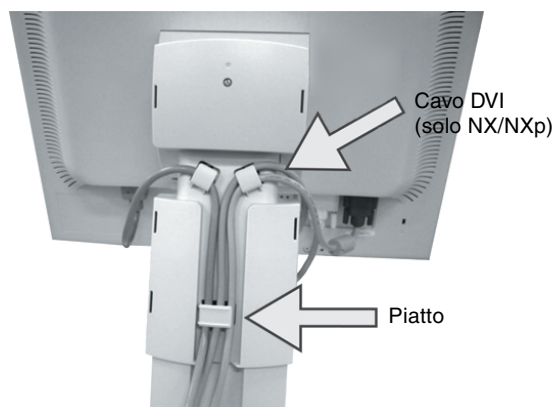

Figura C.3
7. Inserire il cavo DVI nei ganci specifici indicati nella **figura C.3**.
8. Assicurarsi che tutti i cavi siano piatti contro il supporto (**figura C.3**).